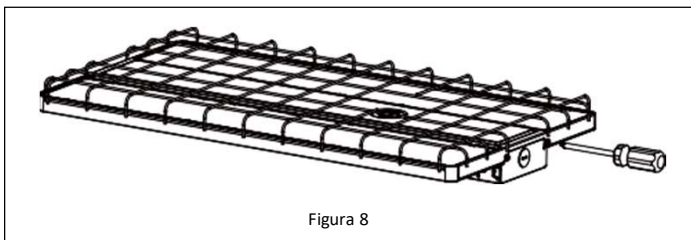

Figura 8
2. Asegure el protector de alambre al accesorio con los tornillos suministrados. **Ver Figura 8.**